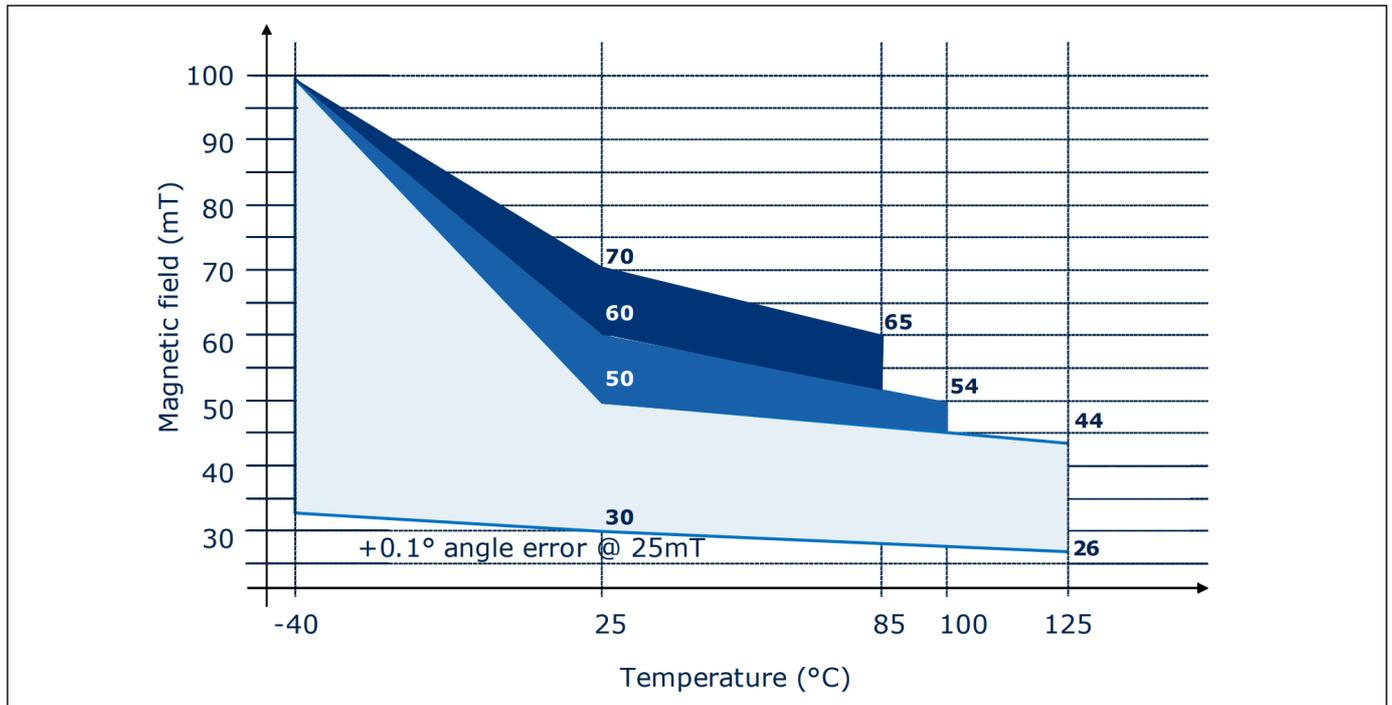

图 4-1 允许的磁场范围与结温的函数关系。
- 3) 见图 4-1
可在图 4-1 的彩色区域内选择磁铁的磁场强度。通过限制结温, 可以应用更高的磁场。在最高温度 $T_J = 100^{\circ}C$ 的情况下, 允许在 $T_J = 25^{\circ}C$ 时使用最大 60mT 的磁铁。